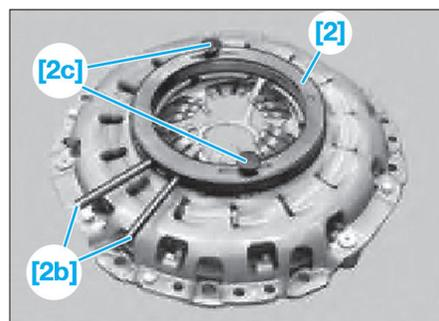

Fig. 7
- Comprimer les tiges [2b] jusqu'en butée et serrer les vis moletées [2c] (Fig.7).